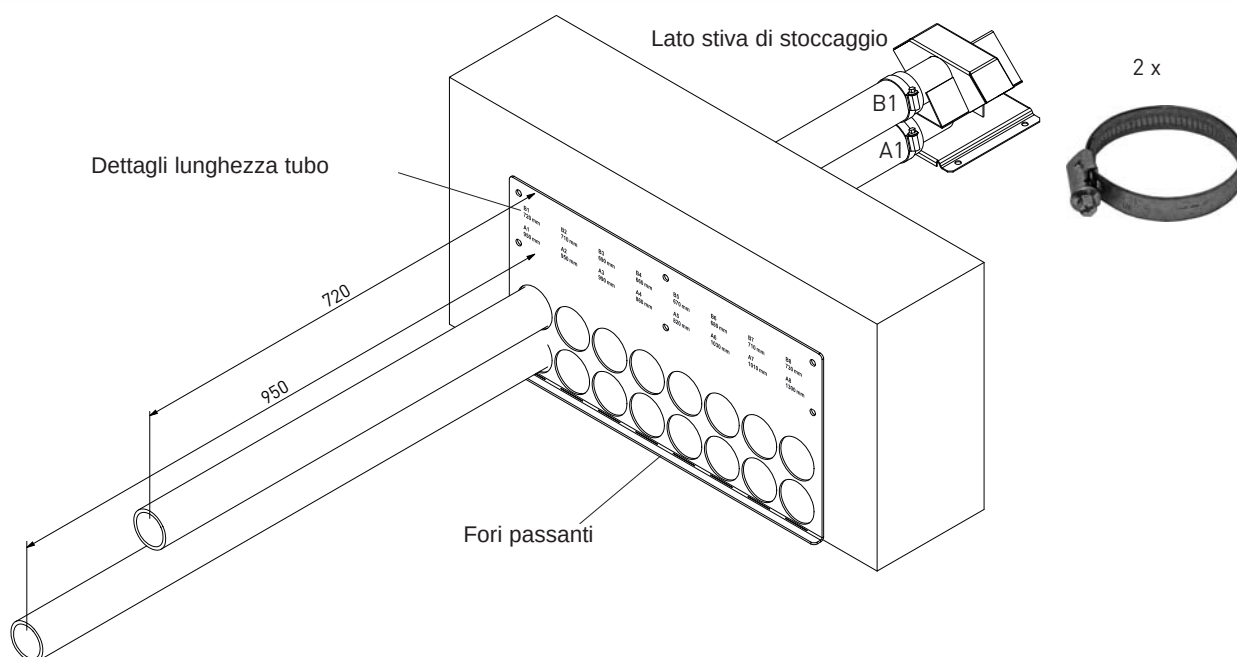

Fig. 12 Tagliare i tubi all'esterno della stiva di stoccaggio
Suggerimento: Ci sono delle clips di fissaggio per fissare i tubi nella stiva di stoccaggio (accessorio BIO 011) – Fig.12.
- 2.) Inserire il tubo nel passante all'apertura "A1" e posizionarlo linearmente attraverso la camera di stoccaggio fino alla prima sonda – Fig. 12.
- 3.) Connettere il tubo alla connessione inferiore (A1) e fissarla con una clip per il tubo – Fig. 12
- 4.) Tagliare il tubo fuori dalla stiva di stoccaggio alla lunghezza "A1" indicata sul passante tubo e mettere da parte – Fig. 12.
- 5.) Esporre il cavo di terra sull'avvolgitubo. Inserire il tubo tramite l'apertura „B1“ e indirizzarlo attraverso la camera di stoccaggio fino alla prima sonda – Fig. 12.
- 6.) Connettere il tubo alla connessione superiore (B1) e fissarlo con una clip – Fig. 12
- 7.) Tagliare il tubo fuori dalla stiva di stoccaggio alla lunghezza "B1" indicata sul passante tubo e mettere da parte – Fig. 12.